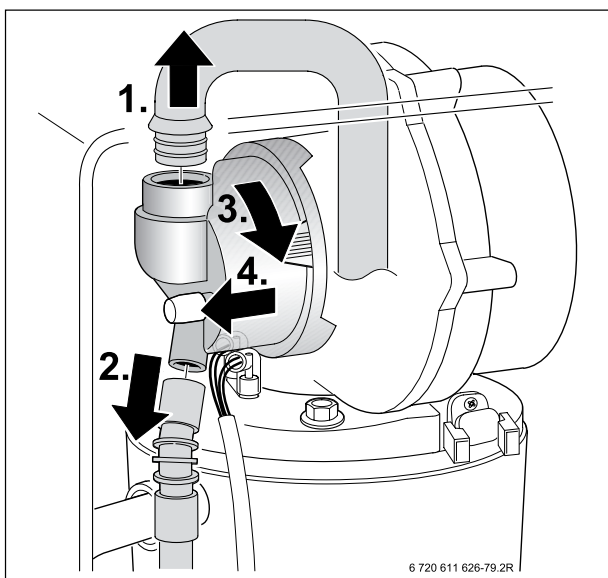

Рис. 52
- ▶ Снять трубу всасывания и отсоединить газовую трубу у смесительной камеры (→ рис. 52).
- ▶ Снять смесительную камеру (1) как показано на рис. 52.
- ▶ Проверить состояние мембраны (2).